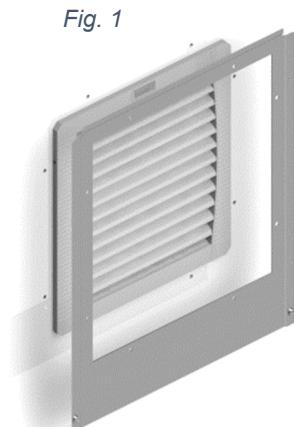

Fig. 1
- Bohren Sie gemäß des Bohrmusters. Fig. 1
- Drill according to the drill pattern. Fig. 1
- Procédez au perçage conformément aux indications du modèle de perçage. Fig. 1
- Taladre según la plantilla de taladros. Fig. 1